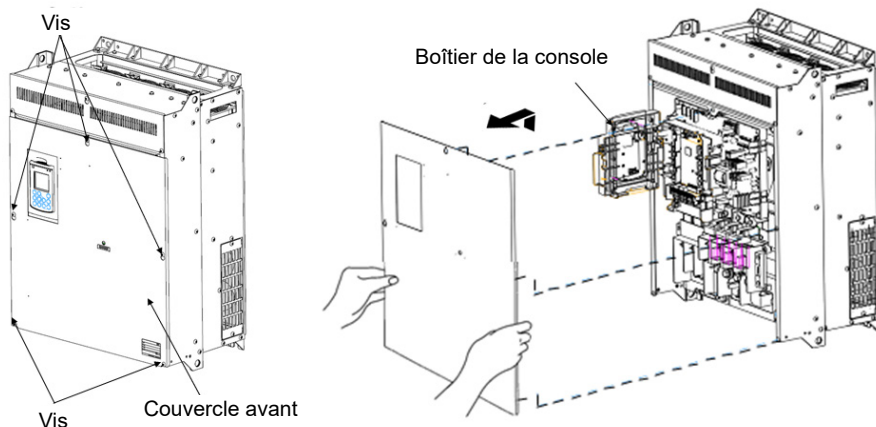

Figure 2.3 Retrait du couvercle avant et de la plaque de câblage (FRN110AR1S-4□)
(2) Série de classe 200 V 55 à 90 kW et série de classe 400 V 110 à 710 kW
- ① Desserrez les vis du couvercle avant, saisissez les extrémités droite et gauche du couvercle avant, et faites-le glisser vers le haut pour le retirer.
- ② Après avoir effectué les connexions de câblage nécessaires, alignez le haut du couvercle avant sur les orifices de l'unité et remettez le couvercle en place en effectuant en sens inverse les opérations représentées sur la figure 2.3.